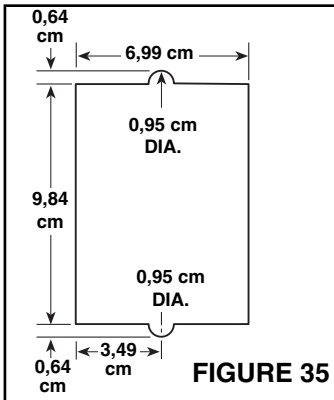

FIGURE 35
1. Faites la découpe en accord avec les dimensions de la Figure 35.